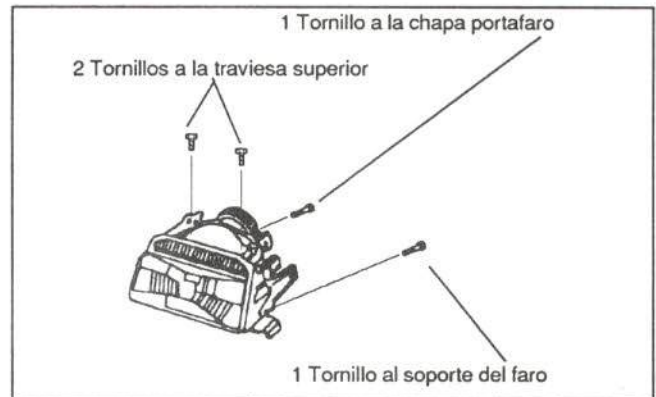

Figura 16.- Fijación del faro
El faro se comercializa completo. Cada faro va fijado a la chapa portafaros por cuatro tornillos (figura 16)
- Faro (figura 16).
- Faros (figura 16)